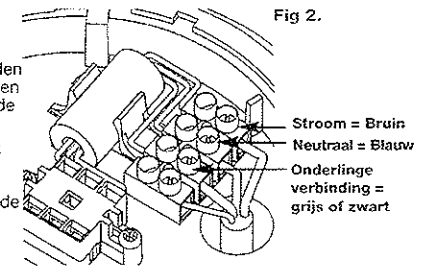

Fig 2.
- Sluit de bruine draad van de huisbedrading (stroom) aan op connector L en de blauwe draad van de huisbedrading (neutraal) op connector N. U **MAG GEEN VERBINDING MAKEN MET DE AARDAANSLUITING VAN HET VOEDINGSNET. SLUIT DE AARDRAAD VAN DE HUISBEDRADING AAN OP RESERVECONNECTOR E** (zie fig. 2).